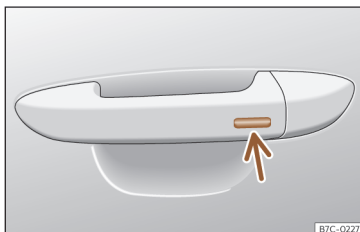

Fig. 61 Poignée de la porte : surface sensible.
- OU :** à l'aide du système Keyless Access (verrouillage uniquement) : Appuyez un doigt pendant quelques secondes sur la surface sensible de verrouillage >>> **fig. 61** (flèche) de la poignée de porte jusqu'à ce que les vitres et le toit ouvrant se ferment. Si vous cessez de toucher la surface sensible, la fonction d'ouverture/fermeture s'interrompt.
Appuyez un doigt pendant quelques secondes sur la surface sensible de verrouillage >>> fig. 61 (flèche) de la poignée de porte jusqu'à ce que le toit ouvrant se ferme. Si vous cessez de toucher la surface sensible, la fonction d'ouverture/fermeture s'interrompt.